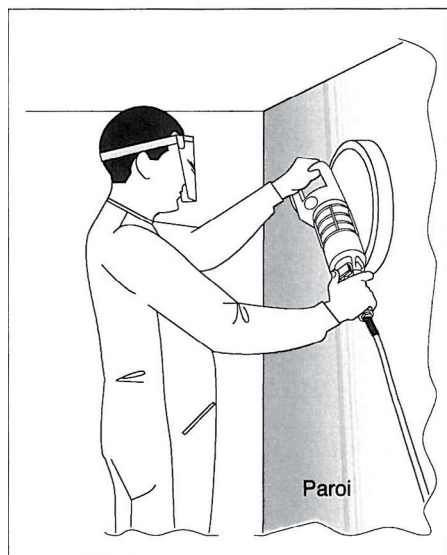

FIG.17 (Correcte position pour "talochage à paroi")
- 1) Usinage à paroi (**FIG.17**);